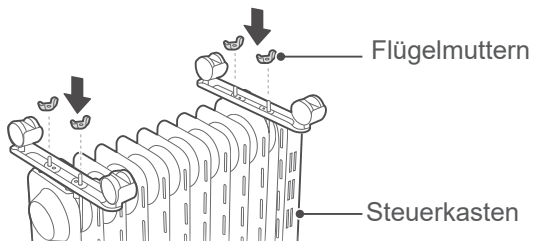

Abbildung 2
3. Die Rad-Paare werden wie in Abbildung 2 dargestellt mit vier Flügelmuttern gesichert. Ziehen Sie die Muttern sicher fest und stellen Sie die Heizung dann wieder richtig herum hin.